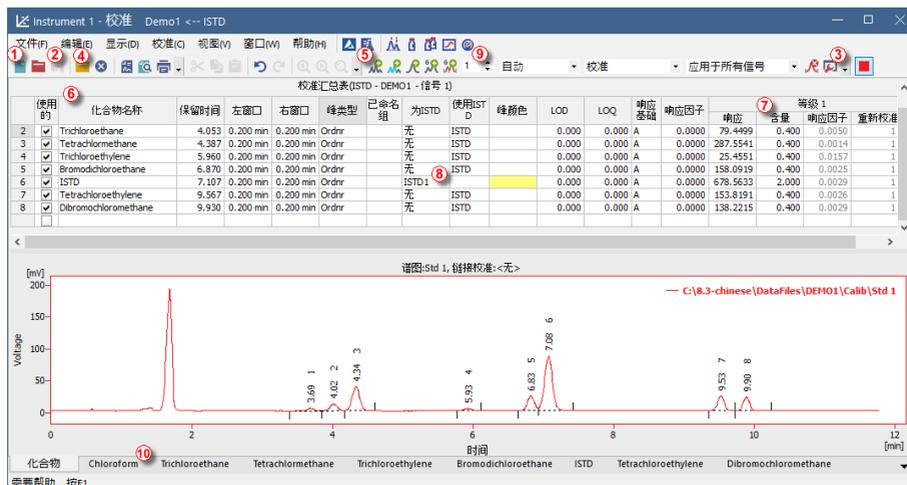

图17 校准窗口-打开标准
点击增加所有峰图标(蓝色)⑤,将所有已定义的色谱峰添加至校准表。校准窗口中的校准汇总表将按第26页第图17.显示。在校准汇总表中会发现每个峰都是用它们的保留时间来定义。按照第26页第图17.所示填写化合物名称列⑥。可以给特殊的峰设置颜色,示例中ISTD(内标物)峰在峰颜色列被设置成黄色。根据对应的化合物浓度填写含量列⑦的数值。在本混合标准品中,除了第六个色谱峰,其余化合物的含量都是0.4。第六个峰被标记为ISTD峰。在为ISTD列更改该化合物的类型为ISTD1⑧,并在含量列将数值修改为2。校准的第一个级别已建立结束。在下面的对应各个化合物页签⑩(根据化合物名称定义)点击开可以查看对应化合物的单级校准曲线。接下来设置其他的校准级别。操作非常简单直接-再次点击打开标准品图标(黄色)④,打开另一个标准品数据STD2.PRM。在当前等级栏⑨将校准级别设置成2并点击添加所有峰图标(蓝色)⑤。将所有色谱峰的含量设置成1.0(除去峰6,它将继续使用2这个数值)。使用STD3.PRM的数据文件作为第三个校准级别的数据,含量设置为3.0;使用STD4.PRM的数据文件作为第四个校准级别的数据,含量设置为5.0;每个级别中ISTD的含量都保持2不变。可以在对应各化合物页签⑩中查看四点的校准曲线。点击保存校准图标来保存校准文件;校准文件被保存在默认路径下。